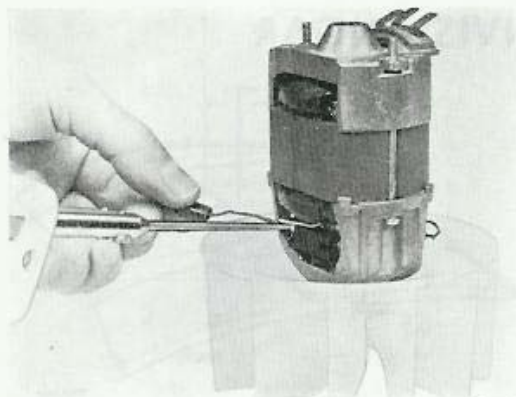

Bild 63. Lossning av elborstar
3. Värm loss de gamla elborstarna vid lödningarna (bild 63).